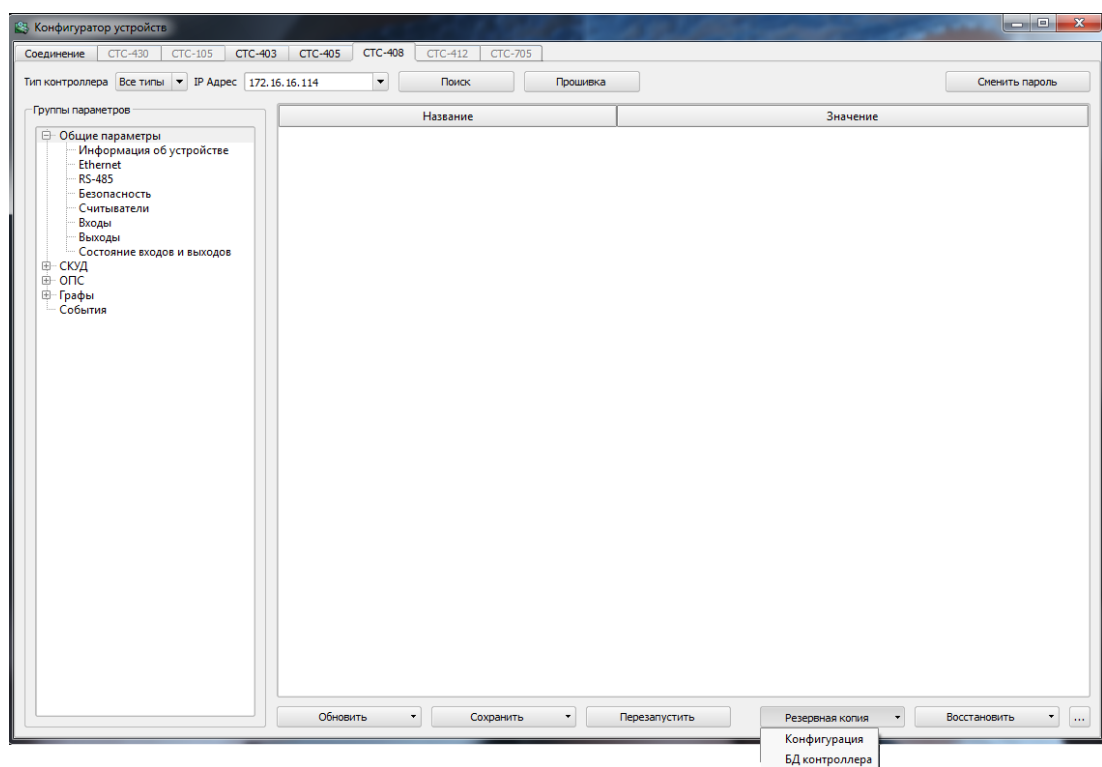

Рисунок 10
– «Резервная копия» – позволяет сохранить редактируемую конфигурацию или базу данных контроллера (все параметры и графы) в виде отдельного файла в указываемом пользователем месте на жестком диске (рисунок 10);